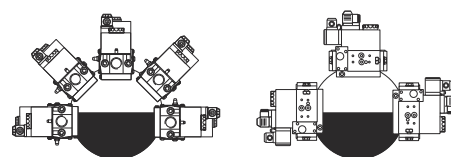

Рис. 12
1. Расслабить винты А и В, но **не снимать** их (Рис. 12 и Рис. 13)
2. Отвинтить винты С и D (Рис. 12 и Рис. 13)